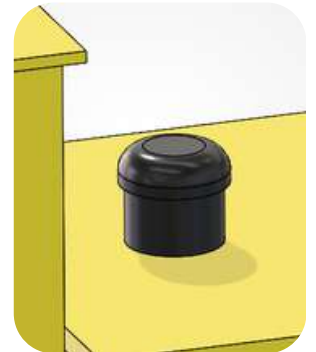

figure 3
- 1 Retirer le système de préfiltration précédemment installé (**figure 3**).